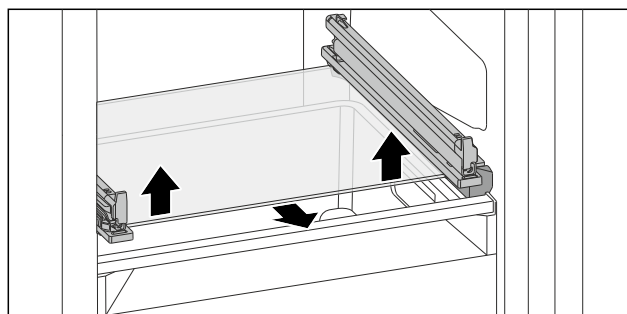

Fig. 177 Skleněná deska odklápěcí zásuvky
- ▶ Vytlačte skleněnou desku zdola na obou stranách nahoru. (viz Fig. 177)